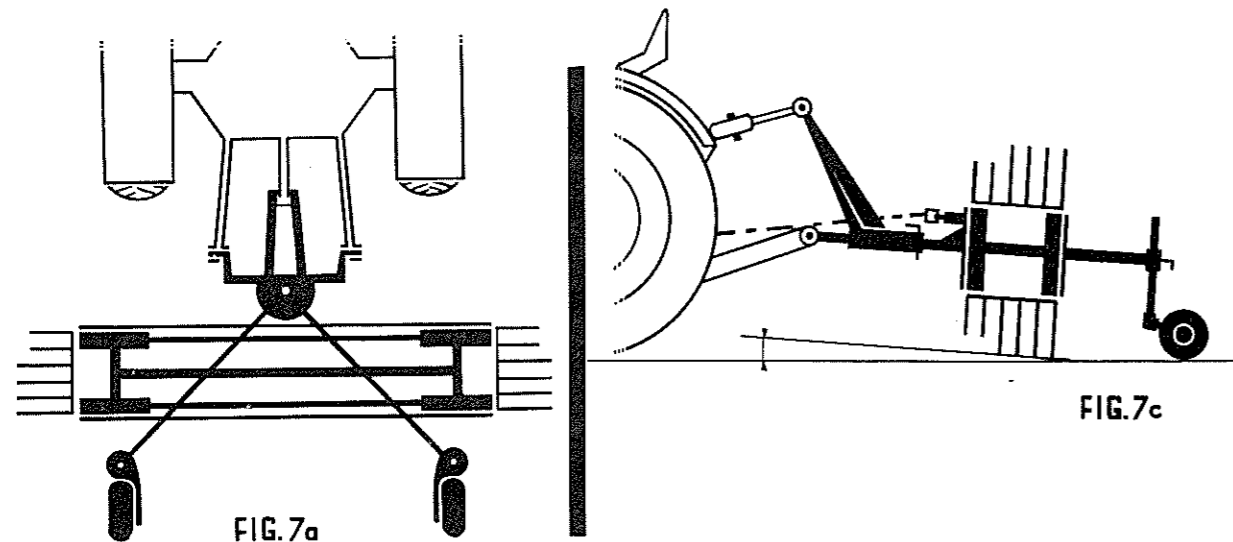
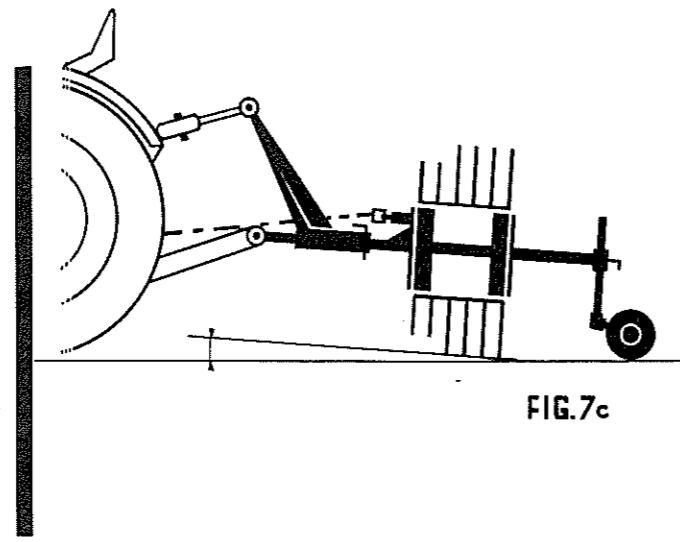
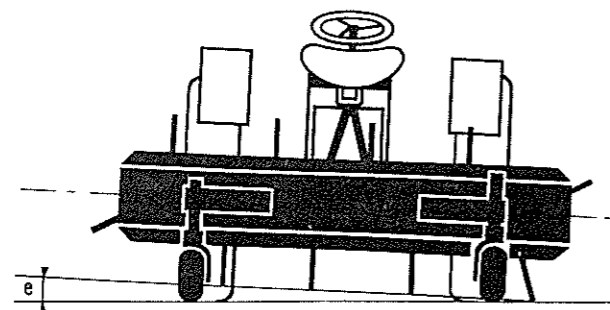

FIG. 7a
FIG. 7c
FIG. 7b
Le rateau étant perpendiculaire au sens de la marche (fig. 7a) doit être soulevé à l'avant (fig. 7c). La distance "e" est encore plus importante que pour l'opération précédente (fig. 7b). Cette distance est en relation directe avec la dimension des andains. Le limiteur de projection (LP) est supprimé. Choisir un rapport de la boîte de vitesses qui permet une vitesse d'avancement de 8 km/h au maximum, avec une vitesse de rotation élevée de la prise de force par rapport à la vitesse d'avancement.